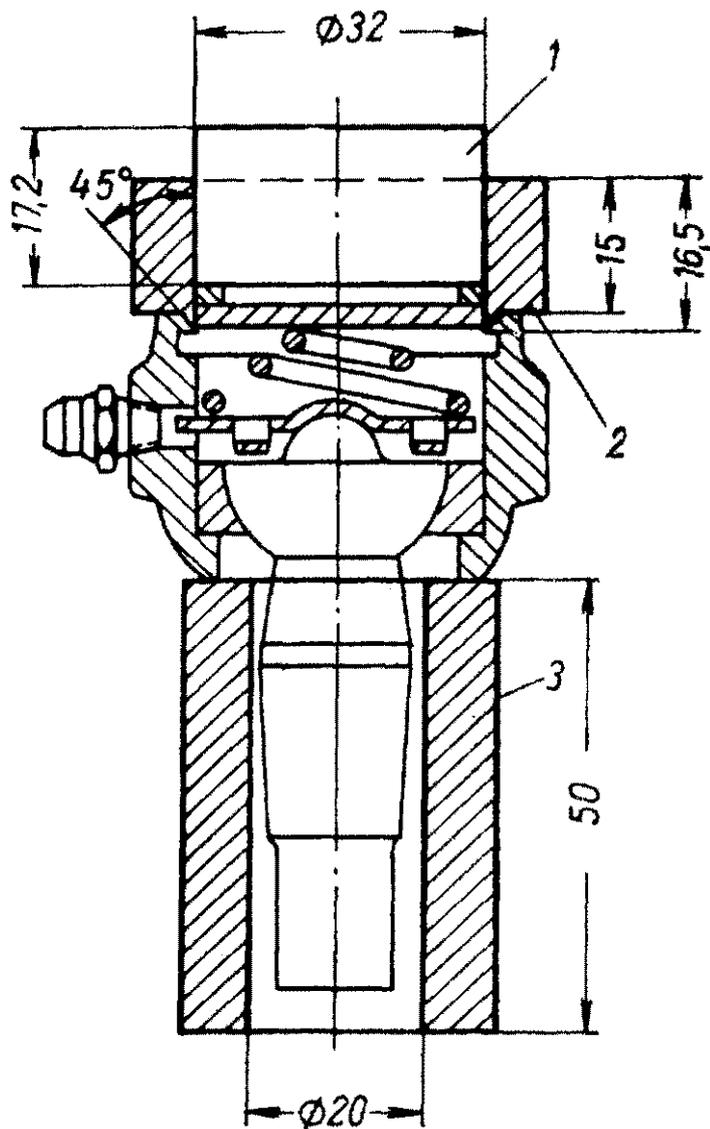

Рис. 163. Приспособление для сборки шарнира рулевых тяг:
**Сборка сферического шарнира** делается при помощи специального приспособления, показанного на рис. 163. Стопорное кольцо предварительно вставляется в нижнюю часть втулки приспособления при помощи плоскогубцев. Затем детали шарнира и приспособления устанавливаются, как показано на рисунке, и сжимаются на ручном прессе или в тисках до совпадения торцов втулки и пуансона. Нажимать пуансон глубже не следует, так как можно повредить опорную пяту 4 (см. рис. 159).